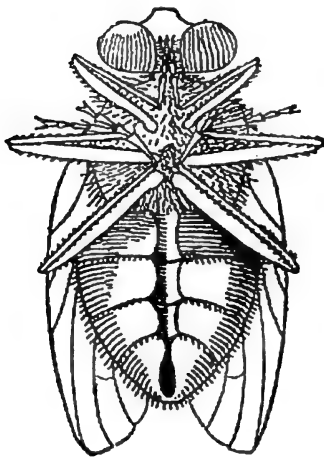

Fig. 2. — Une mouche, vue de dessous.
**4. L'abdomen.** — Il a la forme d'un œuf allongé; à la loupe, il semble formé (fig. 2) de plusieurs parties qui s'emboîtent l'une dans l'autre et qu'on nomme des *anneaux*.